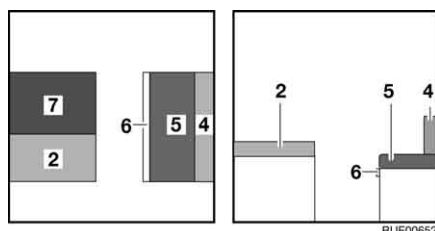

Fig. 106 Pendant la transformation
- Placer le coussin supplémentaire (Fig. 106,7) sur la table.